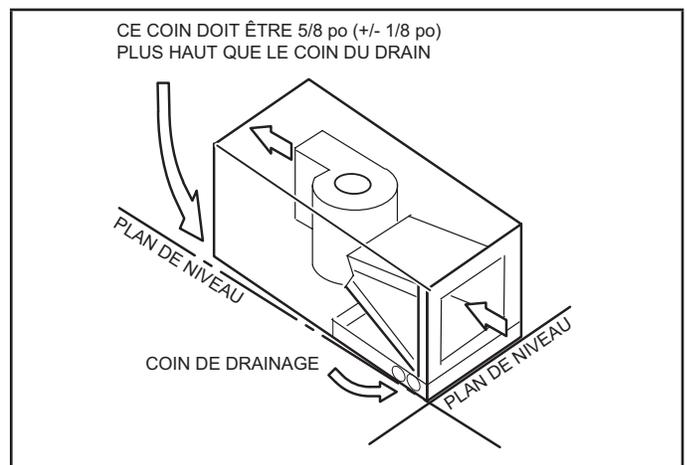

FIGURE 14. Inclinaison de l'unité pour un drainage correct
- 3 - Placez l'appareil de manière à ce qu'il soit incliné vers l'extrémité du bac de drainage et de niveau de l'avant à l'arrière de l'appareil (voir figure 14).
Assurez-vous que l'unité est inclinée (comme dans la figure 14) de sorte que le bac de drainage se vide complètement sans que de l'eau reste dans le bac.
- 6 - Installez un siphon de 2 po sur les conduites de drainage principales (primaires) aussi près que possible de l'unité (figure 14). Assurez-vous que la partie supérieure du siphon se trouve sous la connexion au bac de drainage pour permettre un drainage complet du bac.
REMARQUE - Les conduits horizontaux doivent être équipés d'un évent anti-siphon (tube vertical) installé en amont du conduit horizontal. Voir la figure 14. Un tronçon horizontal extrêmement long peut nécessiter une conduite de drainage surdimensionnée pour éliminer les blocages.